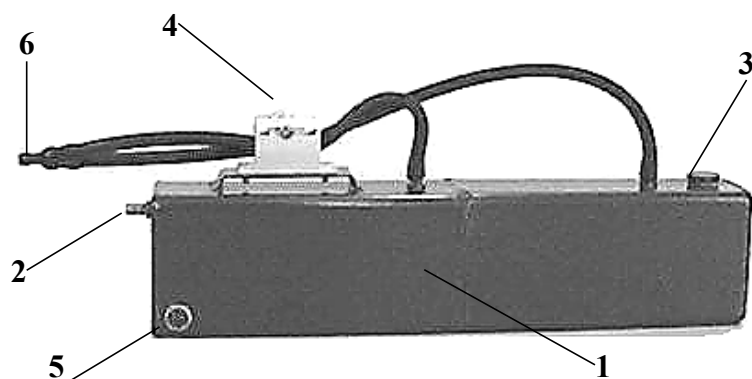

Рис.3. Внешний вид охладителя - обогатителя.
Это устройство позволяет дозированно с помощью колеса-регулятора **4 (рис.3)** вводить в газовую смесь пары летучих углеводородов (бензол, бензин, ацетон, спирт и т.п.). Полученная газовая смесь по шлангам поступает в горелку **5 (рис.2)**, оснащенную встроенным «сухим» пламегасителем. Количество произведённой газовой смеси, а значит сила пламени, регулируется **регулятором тока**. Если производительность установки не соответствует диаметру сопла горелки или засорены газовые магистрали, то внутри электролизёра увеличивается давление. При превышении давления над 0,4 атм. срабатывает датчик давления, который выключает ток через электролизер, подает непрерывный звуковой сигнал, при этом загорается крайний правый светодиод.
4.2 Внешний вид охладителя-обогаителя приведен на рис. 3.
7.3. Заправить охладитель-обоганитель (если это необходимо для работы) углеводородом (например, *бензолом, бензином, спиртом, ацетоном*). Для этого вывинчивают пробку **3** (рис.3) и в образовавшееся отверстие заливают до 150 мл бензина или другого углеводорода (приблизительно на **1-1,5 часа** непрерывной работы). Затем заворачивают пробку на место. По мере работы необходимо доливать углеводород в охладитель-обоганитель.
7.8. Регулирование степени обогащения газовой смеси парами углеводорода происходит при перемещении колеса регулятора **4** (рис.3) из одного крайнего положения в другое. При этом характер и цвет пламени меняется от окислительного (сплошное жёлтое пламя), до восстановительного (голубое пламя). Для сварки стали необходимо добиться, чтобы длина голубого язычка пламени (ядра) достигала длины 4-5 мм. Для сварки рекомендуется устанавливать сопло большего диаметра, для резки - меньшего диаметра.
7.9. Гасить горелку нужно резко сдуть пламя, как при гашении свечи. После этого выключить электролизёр. Для того чтобы легче было сдуть пламя, нужно **увеличить расход газа** ручкой **1** (рис.2) и/или перевести колесо регулятора **4** (рис.3) **в режим наибольшего обогащения** газа парами углеводорода. Если и в этом случае загасить
Кроме того, необходимо периодически через сливное отверстие **5** (рис.3) сливать накопившийся в охладителе-обогабителе конденсат.
Если регулирование состава пламени в соответствии с п.7.7 ухудшилось или не происходит совсем (что может произойти, например, при опрокидывании *охладителя-обогапителя* или при переполнении его отстоем и тяжелыми фракциями углеводорода), необходимо его **промыть**. Для этого: отсоединяют шланги от всех трёх штуцеров охладителя-обогапителя, вывинчивают пробку **3** (рис.3) и помещают охладитель-обогапитель под струю воды. После заполнения воду выливают. Затем промывку повторяют 2-3 раза.